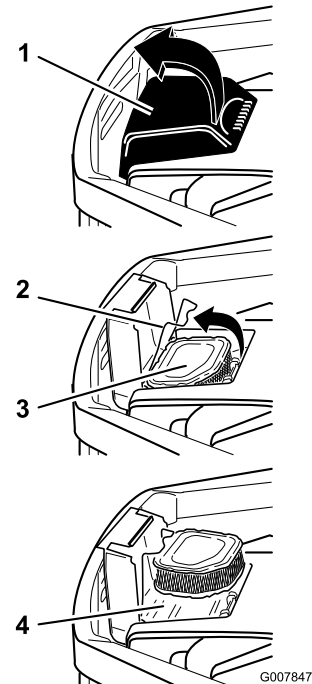

Figura 24
1. Abra la tapa del limpiador de aire en la carcasa del soplador para acceder al filtro del limpiador de aire (Figura 24).
2. Abra el enganche y retire el filtro del limpiador de aire (Figura 24).